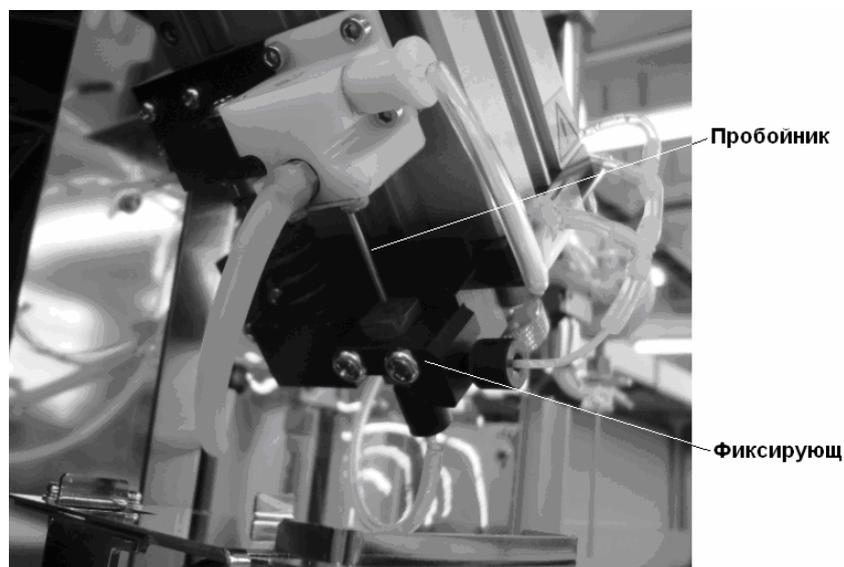
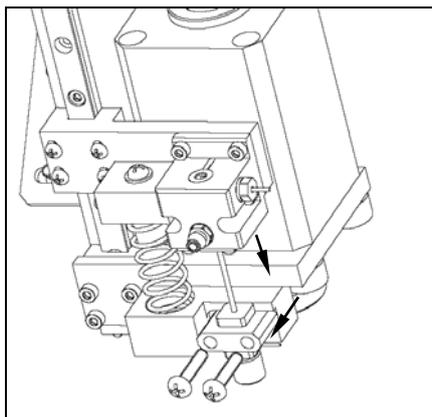

Рисунок 10-66 Пробойник и фиксирующий блок
Рисунок 10-67 Извлечение пробойника и фиксирующего блока
3. Открутите два крепежных винта, удерживающих фиксирующий блок (Рисунок 10-66). Извлеките блок, затем пробойник в направлении, показанном на рисунке (Рисунок 10-67).